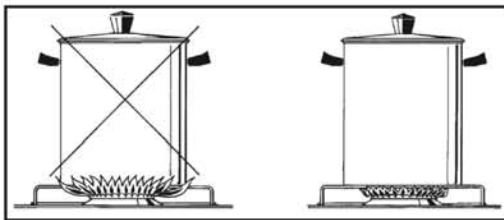

Рис.12
- Используйте подходящую посуду для каждой конфорки (см. таблицу №4 и Рис.12).